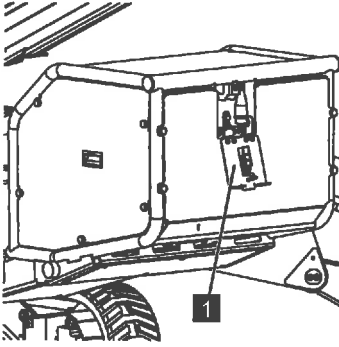

Abb. 62
1. Klappe (Abb.62/1) öffnen und Verlängerungskabel an den Stecker anschließen. Dabei die maximalen Kabellängen beachten.